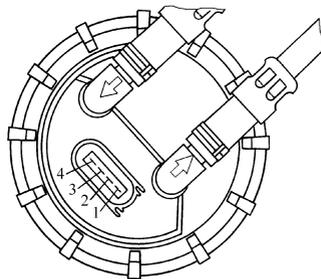

图 1-21 测量燃油表传感器电阻
3) 如图 1-21 所示,将万用表(电阻档)接到触点 2 和 3 之间,测量燃油表传感器电阻。